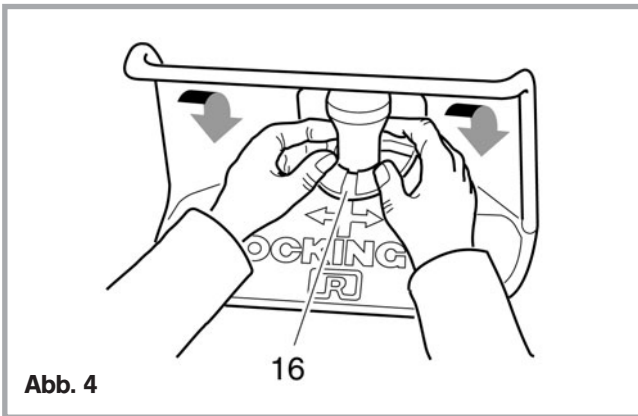

Abb. 4
5. Wechseln des Auflageringes (s. Abb. 4, 5)